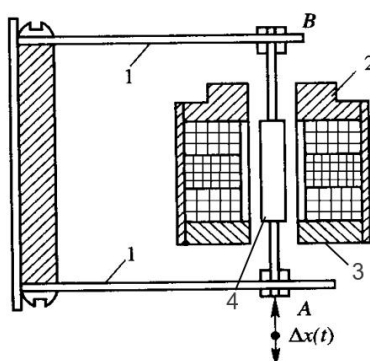

图 1 加速度传感器结构图
(1) ①灵敏度扩大一倍②线性度扩大一倍③量程扩大一倍
(2) 加速度传感器结构图如图 1 所示。其中 1 为悬臂梁, 2、3 为差动变压器 L_1 、 L_2 , 4 为配重铁芯, 质量为 m 。根据牛顿第二定律 $F=ma$ 可知, 当传感器随物体向上运动时, 内部铁芯由于惯性作用, 相对差动变压器向下运动, 因此 L_1 电感值变小, L_2 电感值变大, 从而引起差动变压器两端电压 U 发生变化, 便可计算出 F 大小和方向, 再根据 $a=F/m$ 求出加速度大小和方向。向下运动时同理。